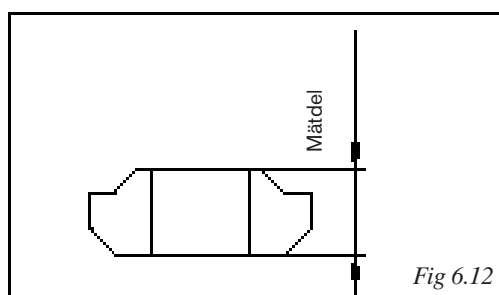

Fig 6.12
- Ventilsäte (fig. 6.12)
Mät enligt fig 6.12. Byt ventilsäte om måttet ligger utanför tillåtna värden.